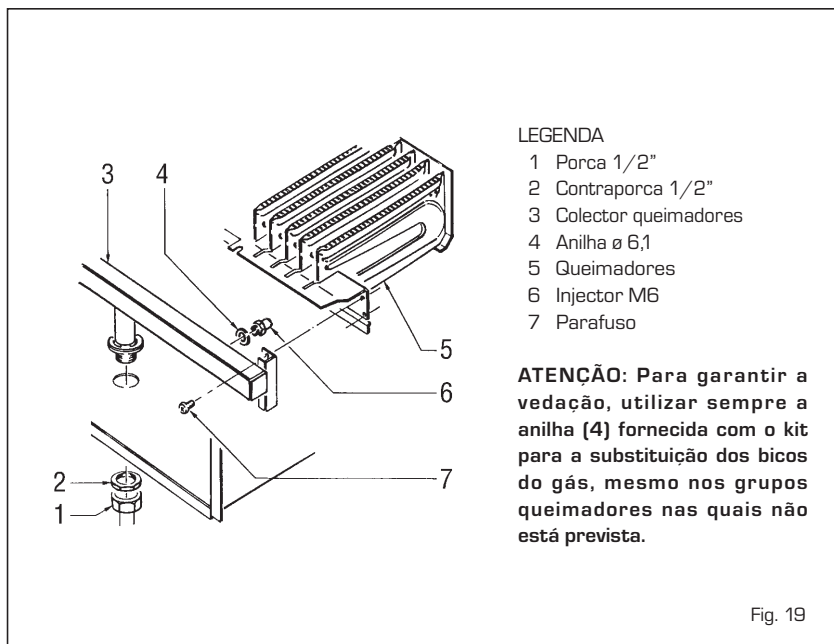

Fig. 19
4.2 TRANSFORMAÇÃO GÁS (fig. 19)
Para passar de um gás metano para GPL e vice-versa, execute as seguintes operações (fig. 19):